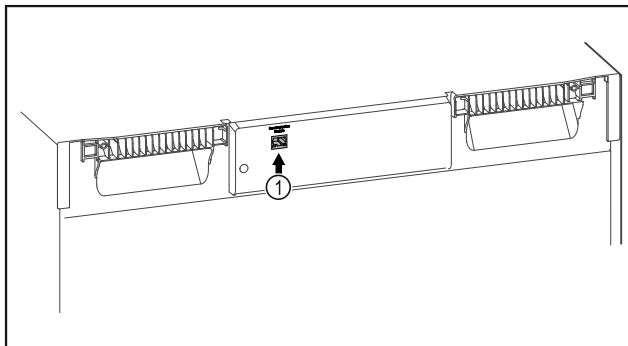

Fig. 114
- Moduli SmartModule Fig. 114 (1) është vendosur.